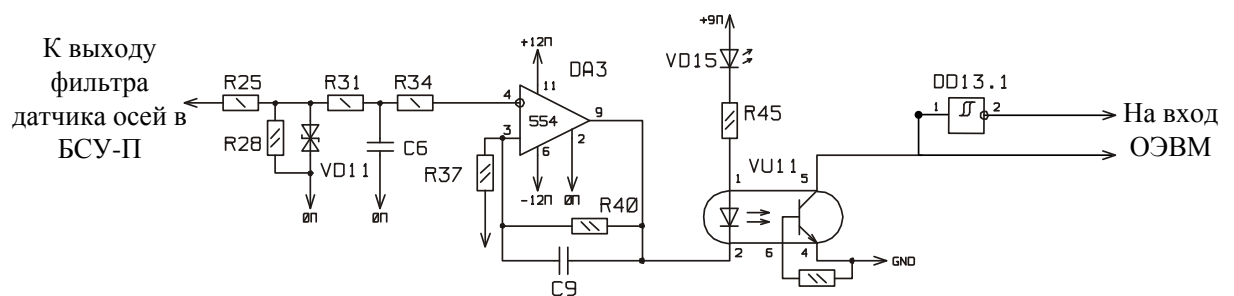

Рисунок 3.2 Схема формирования сигнала датчика прохода осей
6. Укажите, на каких элементах выполнен входной фильтр компаратора, и какую роль он играет (рисунок 3.2);
7. Укажите, куда подключается неинвертирующий вход 3 через R37 (рисунок 3.2);